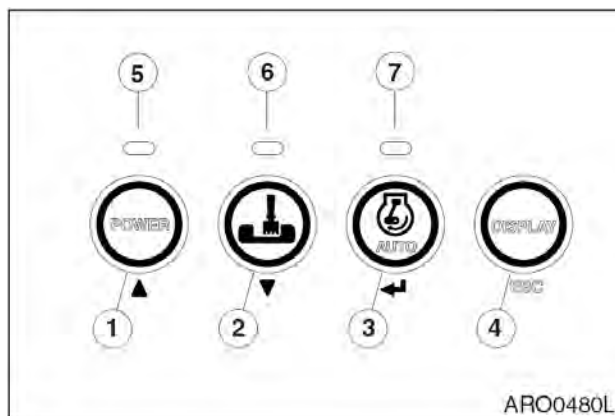

Рис. 50
1. Когда переключатель стартера поставлен во включенное положение (ON), режим мощности автоматически устанавливается в последнее заданное состояние.
2. Следует выбрать надлежащий режим мощности с помощью кнопок (1, рис. 50) до начала работы.
3. При нажатии кнопки режима мощности (1, рис. 50) прозвучит сигнал. Режим мощности может быть включен (ON) или выключен (OFF). При включенном режиме мощности (ON) загорается индикатор (5, рис. 50).
Второе нажатие отключает режим мощности. При отключенном режиме мощности выключается светодиодный индикатор (5, рис. 50), и происходит возврат к стандартному режиму.